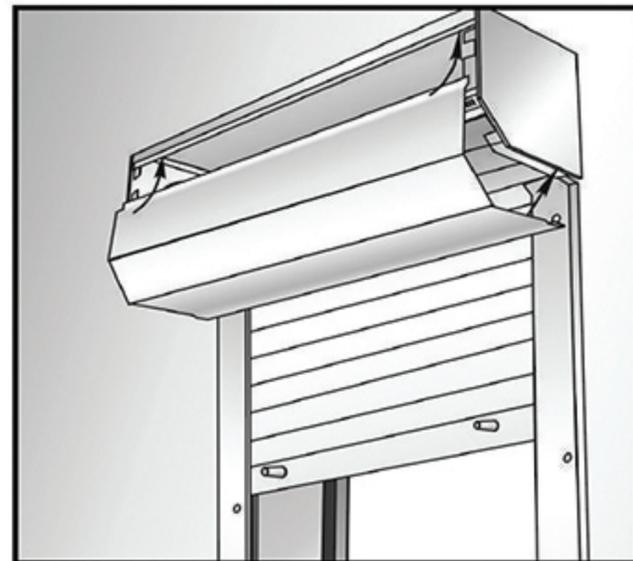
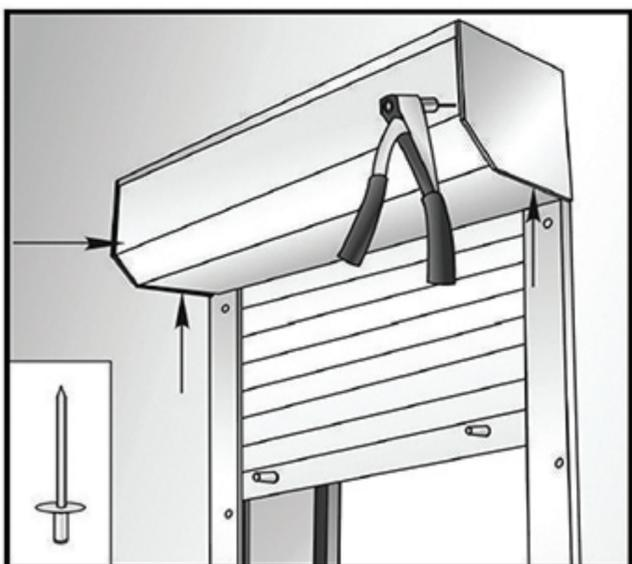

рис. 9
рис. 10
7. После проведения проверок установить крышку защитного короба в паз короба и прикрепить ее заклепками или саморезами (рис. 9 и рис. 10)